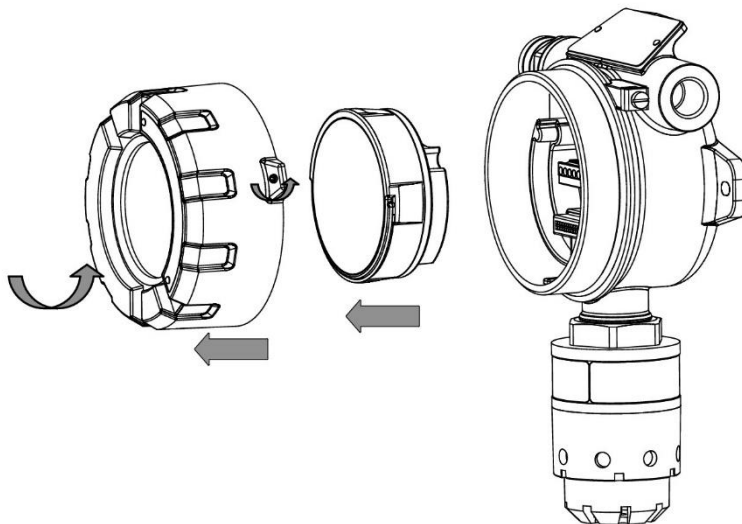

Рисунок 22 - Схема разбора газоанализатора
1) Открутить стопорный винт на верхней крышке газоанализатора (рисунок 22). Открутить крышку по резьбе руками, без использования дополнительных инструментов, проверить наличие уплотнительного кольца. Снять электронный модуль с разъемов, потянув его на себя за полукруглую ручку "дугу" (не делая вращательного движения). Во время проведения работ избегать попадания влаги в датчик.